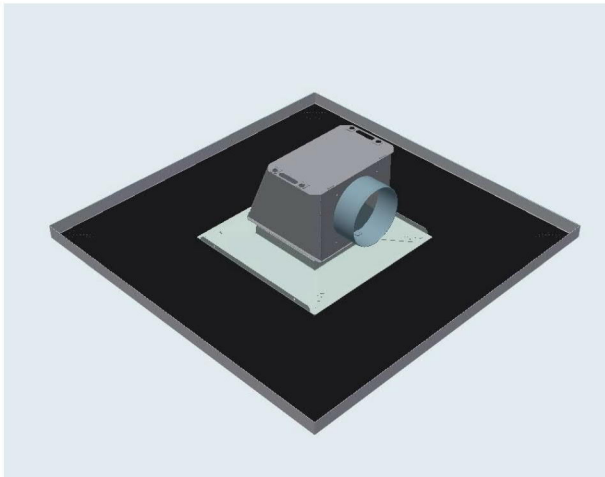

Figure 11: Opticlean avec caisson de raccordement K
- Caisson de raccordement K (figure 11) recommandé si un clapet de débit est nécessaire